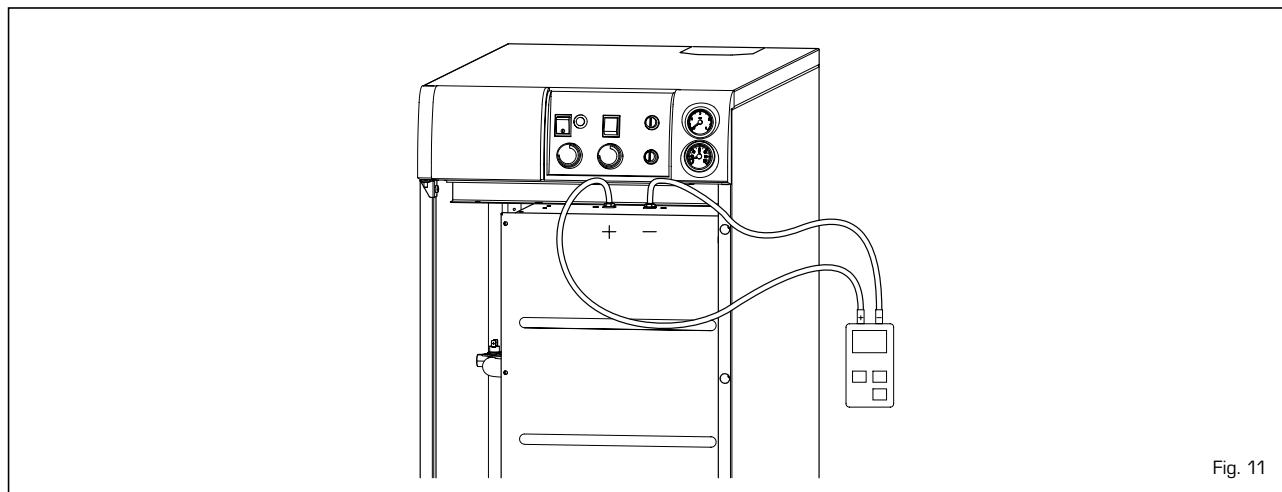

Fig. 11
3.2 PRESSOSTAT FUMÉES (fig. 11)